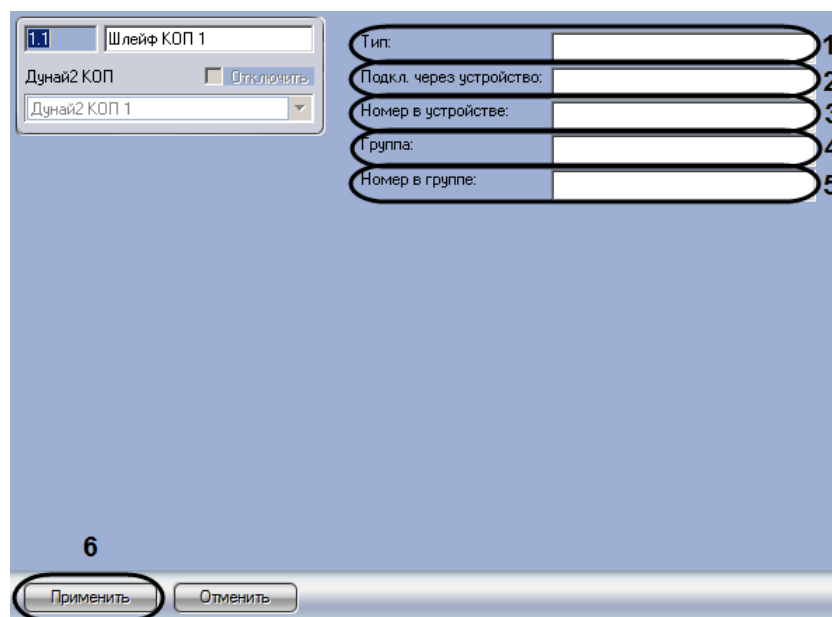

Рис. 3.4—2 Настройка шлейфа КОП
2. В поле **Тип** ввести численный код типа шлейфа (см. Рис. 3.4—2, 1). Коды типов шлейфов указаны в официальной документации производителя.
3. В поле **Подкл. через устройство** ввести номер ППК, к которому подключен шлейф (см. Рис. 3.4—2, 2).